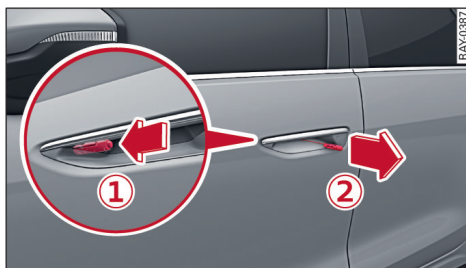

图 9 车门：应急操作装置
- ▶ 将车门把手中的销子（1）短暂地朝行驶方向推 ⇨ 图 9。销子由此被解锁并从车门把手中弹出。
- ▶ 拉拉索末端（2）⇨ 33 页，图 9，直到车门打开。